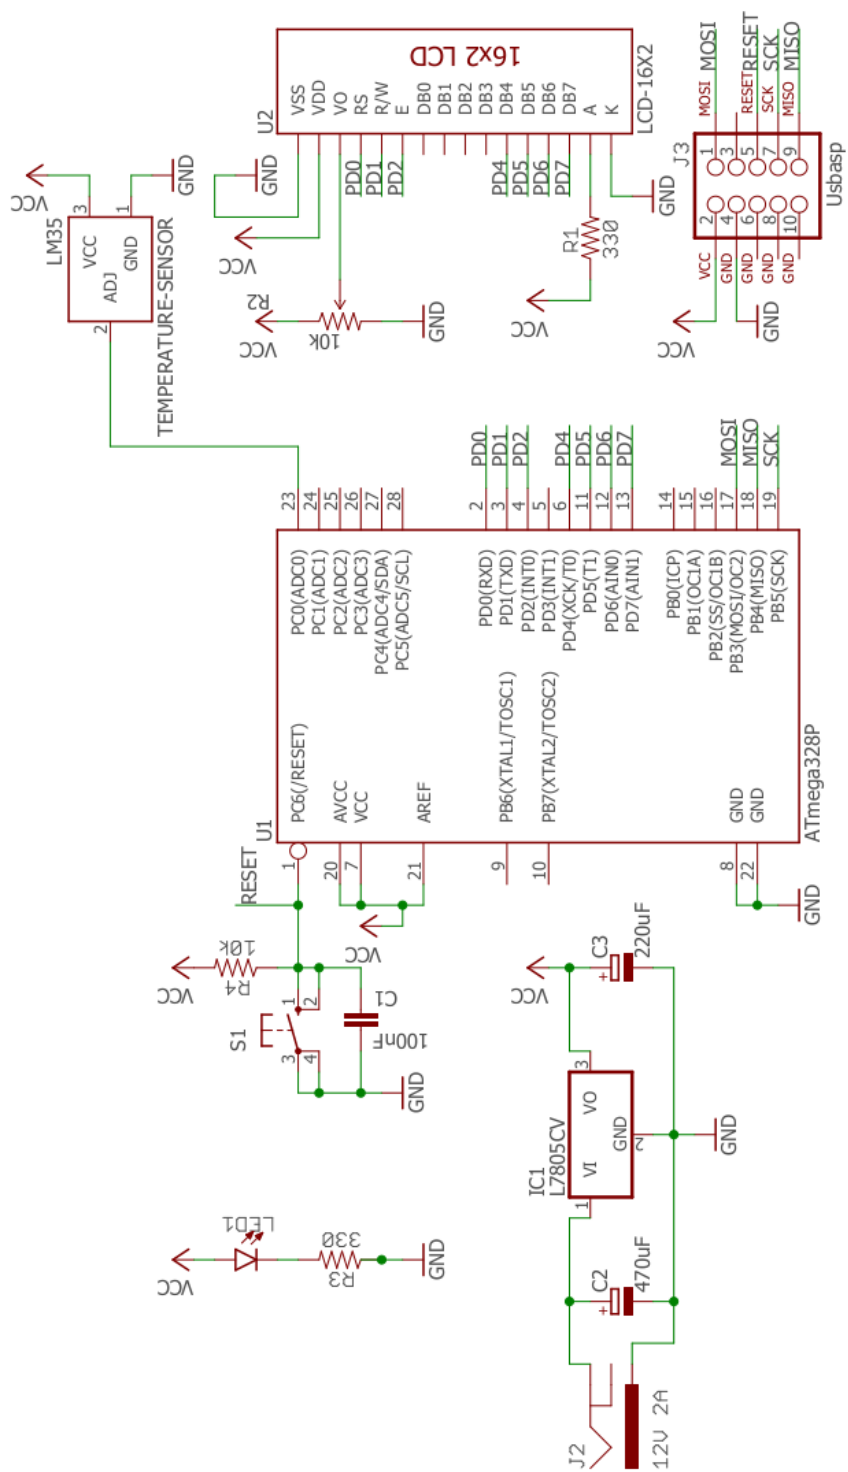

Figura 7.1: Conexión de la práctica 7.
- Conecte el diagrama de la práctica 7 de acuerdo a la Figura 7.1: